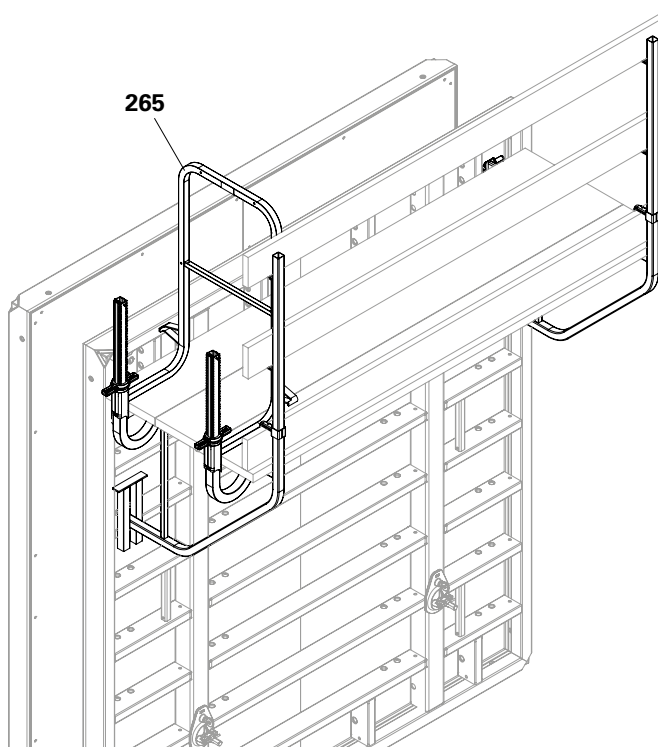

Fig. A7.06
5. Poser la protection latérale, par exemple le garde-corps frontal 55 (265). (Fig. A7.06)